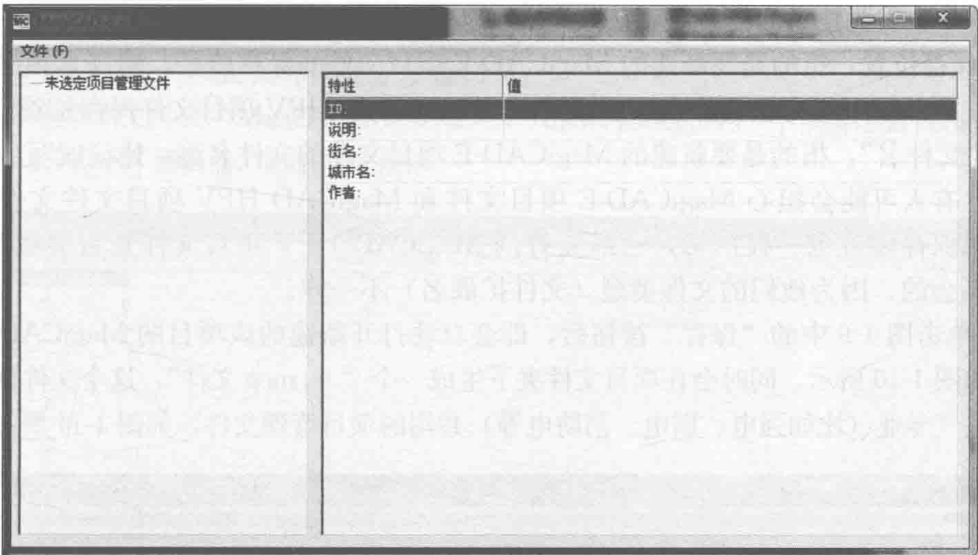

图 1-7
1) 单击桌面文件夹 “MagiCAD\MagiCAD for AutoCAD-Utilities” 下的  **Edit Electrical Project**，打开 “MagiCAD-E-项目管理” 编辑器，如图 1-7 所示。